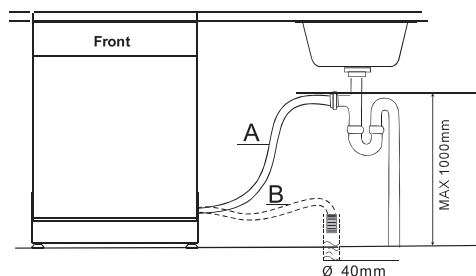

Рис.5. Подсоединение сливного шланга.
Вставьте отводящий шланг в слив, диаметром не меньше 4 см, проверьте, нет ли перегибов шланга. При необходимости используйте специальный крепеж, входящий в комплектацию машины (рис.5). Свободный конец шланга может находиться на высоте от 40 см до 1 м и не должен погружаться в воду.
4. Подсоедините сливной шланг (см. рис. 5).